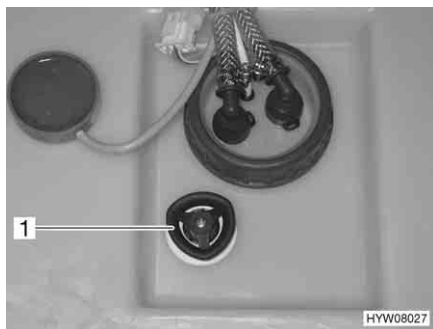

Fig. 129 Serbatoio dell'acqua con maniglia girevole
- Sul serbatoio dell'acqua, ruotare la maniglia girevole (Fig. 129,1) in senso orario fino all'arresto.
- Sul serbatoio dell'acqua, ruotare la maniglia girevole (Fig. 129,1) in senso antiorario fino all'arresto. L'acqua fuoriesce fino a ca. 20 litri.
- Sul serbatoio dell'acqua ruotare la maniglia girevole (Fig. 129,1) in senso antiorario, oltre la resistenza verso l'esterno fino all'arresto, per aprire completamente l'apertura di scarico.